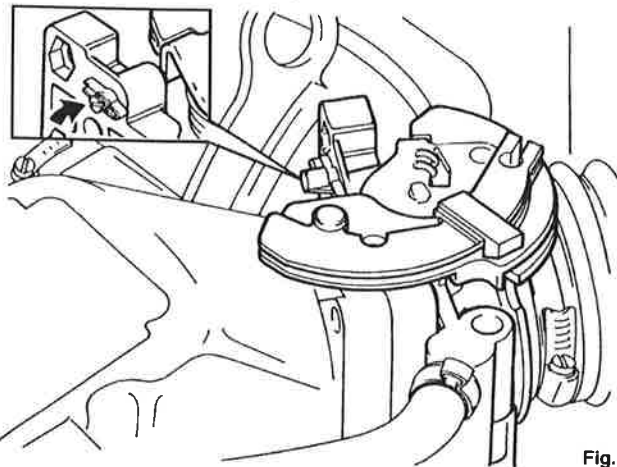

Fig. 3
- Retirer la protection de la vis de butée (Fig. 3).